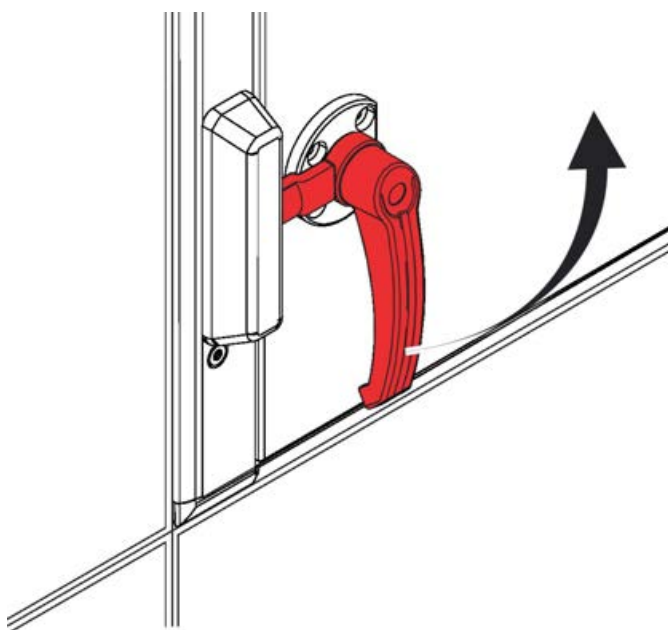

Abb. 14: Türschloss öffnen
- ▶ Den Türgriff 90° gegen den Uhrzeigersinn drehen ( Abb. 14 ).